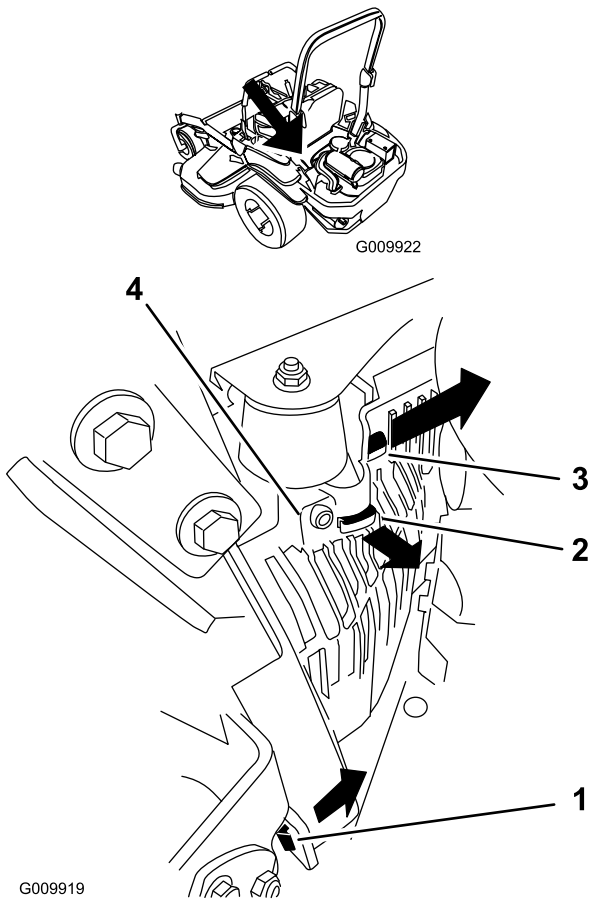

Figure 51
3. Déposez le capot de l'unité hydraulique gauche dans l'ordre indiqué à la Figure 51. Vous pourrez ensuite accéder à la bougie avant.
- Montez le capot de l'unité hydraulique gauche (Figure 51).